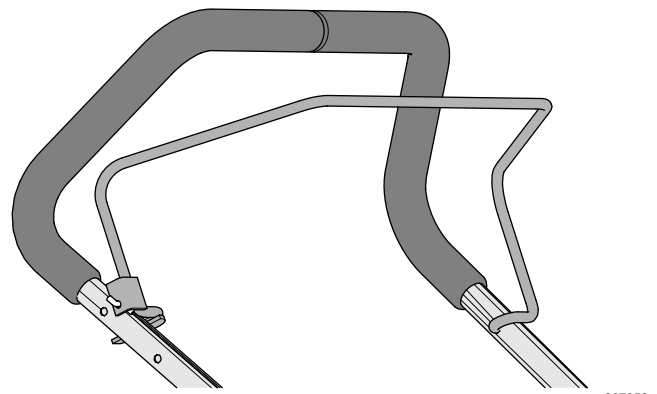

Рисунок 12
- Вставьте конец штанги контроля присутствия оператора в рукоятку, слегка нажмите на другое плечо штанги и установите штангу на рукоятку (Рисунок 12).